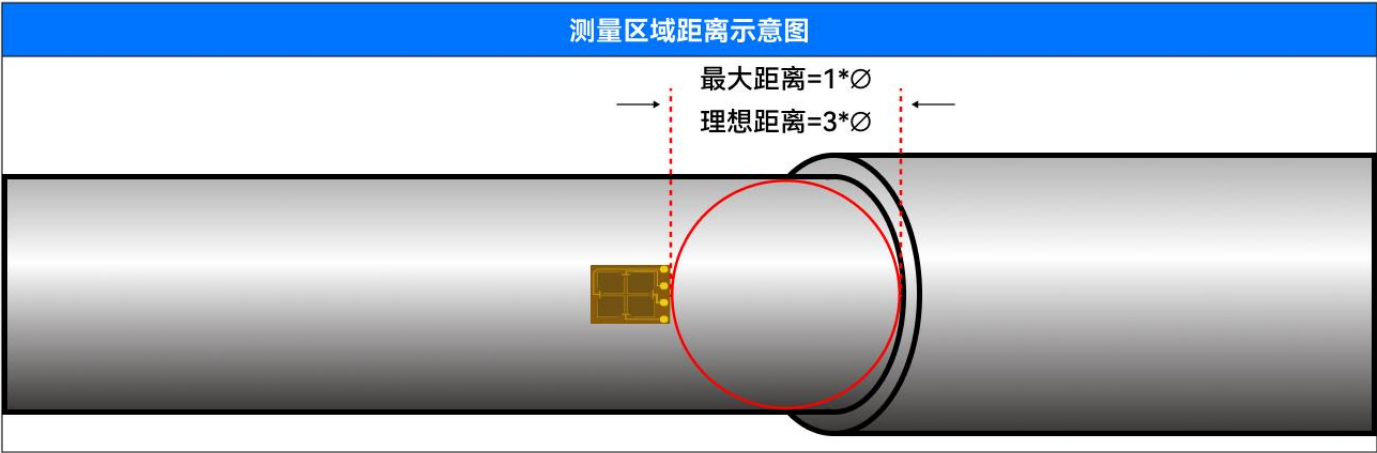

图3.12
3. 测量轴的直径。理想情况下，测量区域距离任何障碍物、轴轮廓变化或接头的直径应为3倍，并且在可能的情况下不小于一个轴直径，如图3.12。